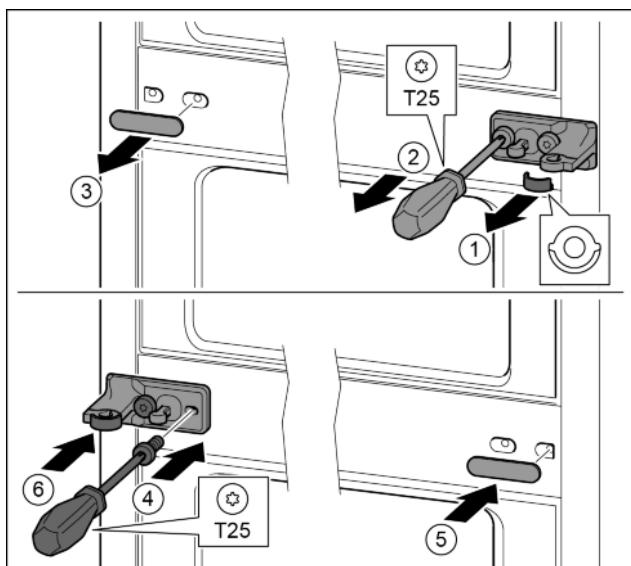

Fig. 31
- Снять шайбу. Fig. 31 (1)
- Выкрутить винты отверткой T25. Fig. 31 (2)
- Осторожно снять крышку. Fig. 31 (3)
- Плотно прикрутить опорный кронштейн с подкладкой с поворотом на 180° с другой стороны. Fig. 31 (4)
- Установить крышку с поворотом на 180° с другой стороны. Fig. 31 (5)
- Спереди надвинуть шайбу. Fig. 31 (6)